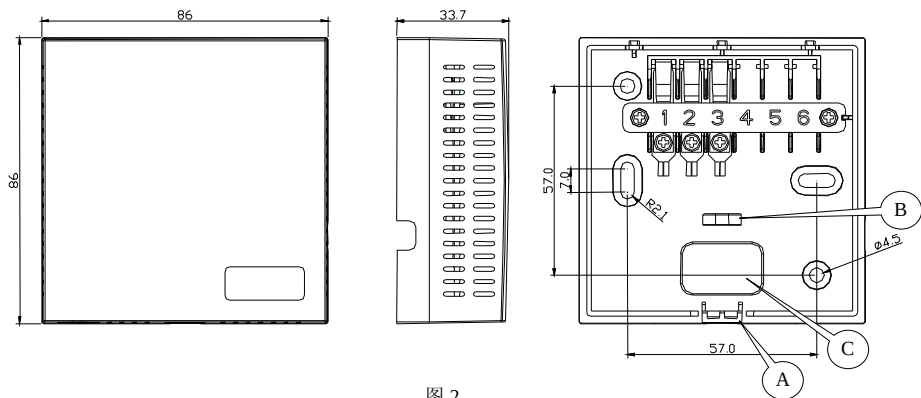

图 2
- 2、图2中A处有一锁扣，按下该锁扣，打开上盖。可见电路板中与结构件——对应的引线端子。导线穿过图2中所示C处的孔，经过导槽如图2中B所示，按照丝印标示的功能接入引线。端子编号、外形尺寸和安装尺寸见图2：